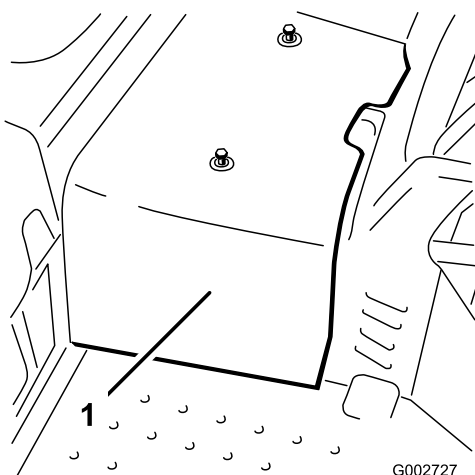

Bild 32
2. Nehmen Sie die zwei Schrauben ab, mit denen die mittlere Haube an der Maschine befestigt ist, und nehmen Sie die Haube ab (Bild 32).